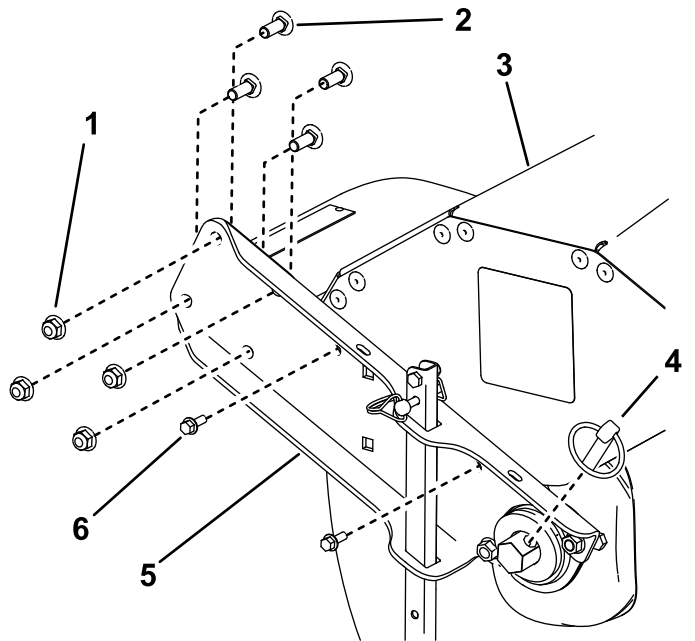
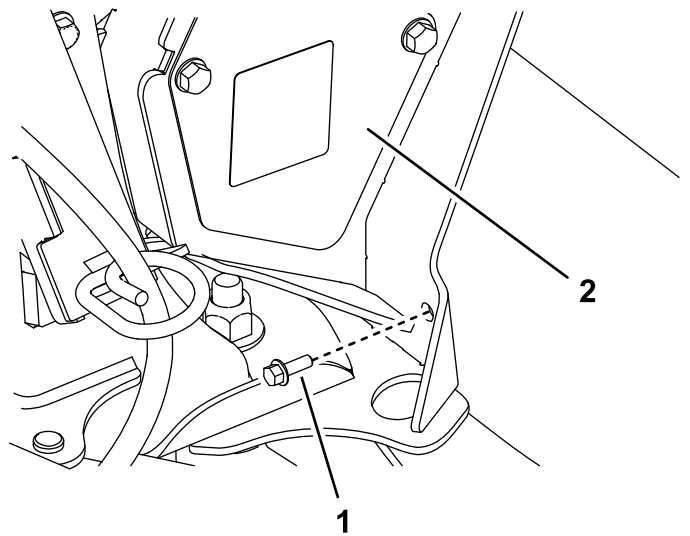

Figura 22
Figura 23
5. Retire los 2 pernos ($\frac{1}{4}$ " x $\frac{3}{4}$ " de los lados derecho e izquierdo de la barredora (Figura 22).
6. Retire un perno trasero de ambos lados del conjunto de transmisión y retire el capó (Figura 23).
7. Retire los 4 pernos de cuello cuadrado ($\frac{3}{8}$ " x 1"), las 4 tuercas ($\frac{3}{8}$ ") y el pasador de seguridad de los lados izquierdo y derecho de la barredora para separar la barredora del conjunto (Figura 22).
18. Instale el pasador de seguridad (Figura 22).
20. Instale el capó con 2 pernos ($\frac{1}{4}$ " x $\frac{3}{4}$ ") de la parte trasera de la barredora (Figura 23) y 2 pernos de cada lado de la barredora (Figura 22). Apriete los pernos a 11 N·m (100 pulgadas-libra).